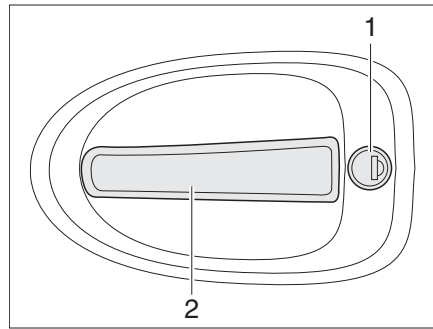

Bild 44 Türschloss Fahrtür, außen
- Schlüssel in Schließzylinder (Bild 44,1) stecken und drehen, bis das Türschloss entriegelt ist.
- Am Türgriff (Bild 44,2) ziehen. Die Tür ist geöffnet.
- Schlüssel in Schließzylinder (Bild 44,1) stecken und drehen, bis das Türschloss verriegelt ist.